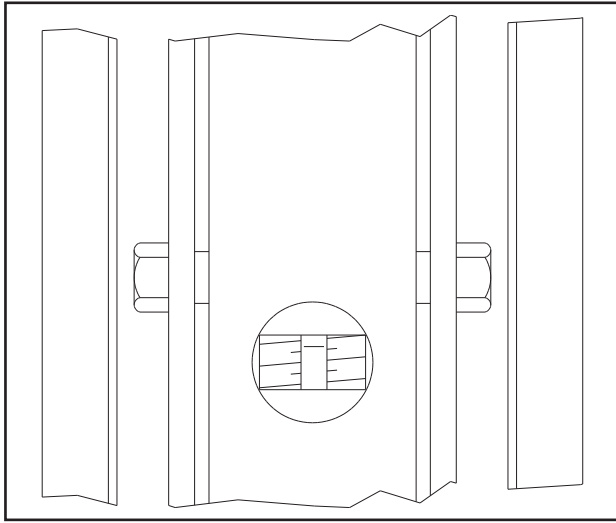

Fig.55 - Abb.55
- portare i carrelli ad una altezza tale che le chiocciole si trovino in corrispondenza dei fori ricavati sui carter (Fig.55).
- raise carriages to same level as holes on side guards (Fig.55).
- Placer les chariots à hauteur telle que les écrous se trouvent en regard des trous de visite pratiqués dans les carter de vis (fig.55).
- Die Schlitten bewegen, so daß die Schnecke in Anschluß mit den auf dem Schutzgehäuse Rohren sind (Abb. 55).